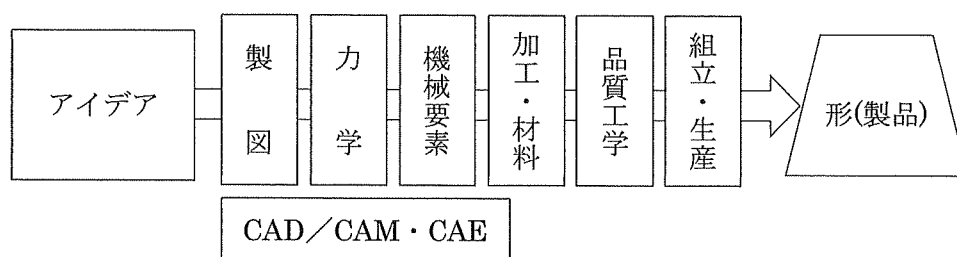

図1 ものづくりのプロセス
- (1) 「基礎数学」は、機械の設計計算に見られるような計算や条件を変更したときの再計算を速やかに計算できるような指導を行う。
- (2) 機械の設計は図 1 に示すプロセスに沿って、アイデアから形（製品）になって行く。そのプロセスの中で「工業材料」は用途に応じて機械部品の材料を選定できるように指導し、「工業力学」はその材料の強度を検証できるように指導する。さらに「ものづくり加工技術」は機械部品の製作方法を決定できるように指導し、標準化された機械要素部品は「機械要素」で解説し、効率の良い設計につながるように指導する。また、製品を試作検討する代わりであるコンピュータでの設計シミュレーションの方法については「コンピュータシミュレーション」で指導する。